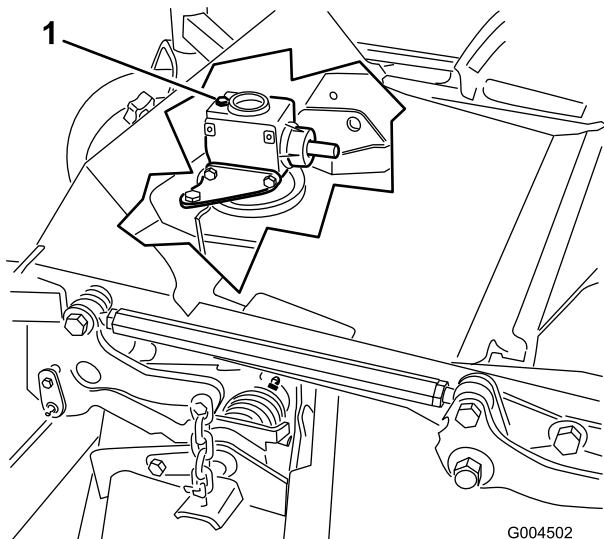

Figura 42
- Retire la varilla/ tapón de llenado de la parte superior de la caja de engranajes (Figura 42) y asegúrese de que el lubricante está entre las marcas de la varilla.
- Retire el tapón de llenado/varilla de la parte superior de la caja de engranajes (Figura 42).